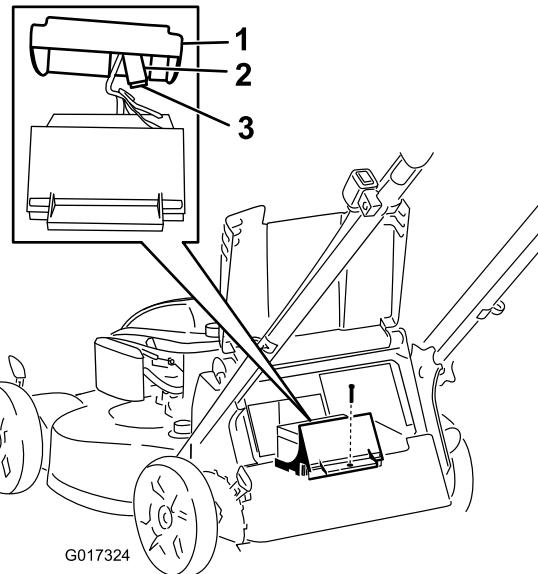

Figura 25
3. Retire el tornillo que sujetá el compartimento de la batería, tire de la batería hacia fuera y localice el fusible (Figura 25).
4. Cambie el fusible del portafusibles (Figura 25).